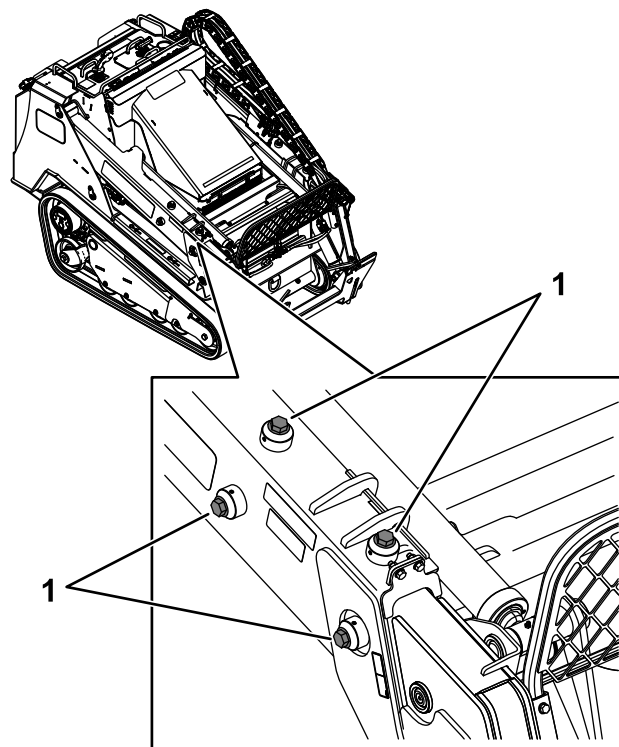

Figura 84
3. En cada brazo de carga, afloje el tornillo de fijación de los 4 tornillos de ajuste (Figura 84).